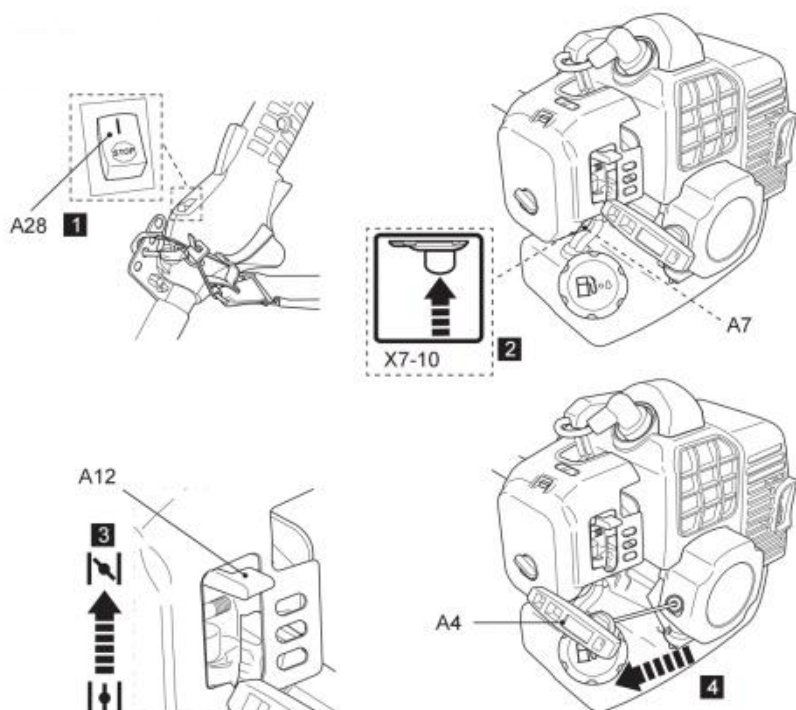

Fig. 38
5. Trzymając produkt stabilnie, powoli pociągnij za uchwyt rozrusznika ręcznego (A4), aż poczujesz opór, a następnie pociągnij go szybko. Jeśli silnik nie uruchomi się po maksymalnie 8 próbach, przesunij dźwignię ssania lekko w dół, do pozycji środkowej. Powtarzaj tę czynność, aż silnik się uruchomi (rys. 38).